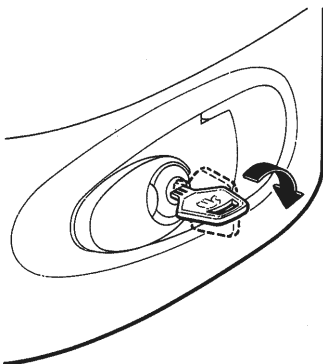

FIG. 2
2) Inserire la chiave e ruotarla in senso orario di 90° (Fig. 2).
2) Insert the key and turn it clockwise by 90° (Fig. 2).
2) Introduire la clé et la tourner de 90° dans le sens des aiguilles d'une montre (Fig. 2).
2) Den Schlüssel einstecken und um 90° nach rechts drehen (Abbildung 2).
2) Introducir la llave y girarla en el sentido de las agujas del reloj por 90° (Fig. 2).